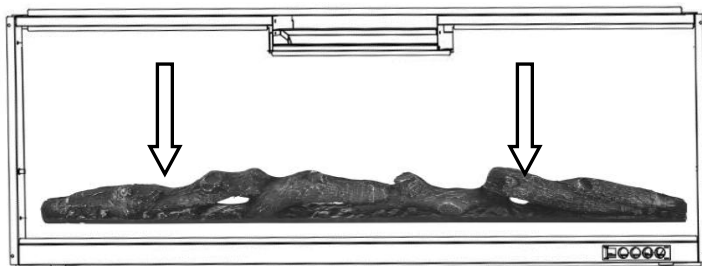

Fig 6-1. (Log-sæt)
- B. Tag log-sættet (**G**) ud af pakken, og sæt det på det sted, hvor pejsen er designet. **Fig. 6-1.**